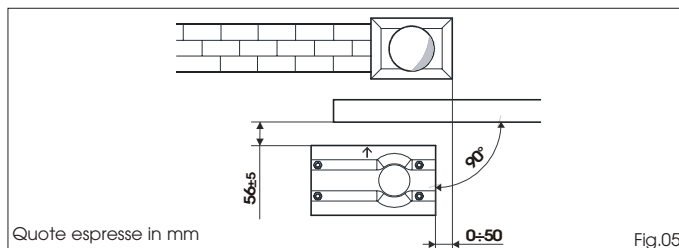
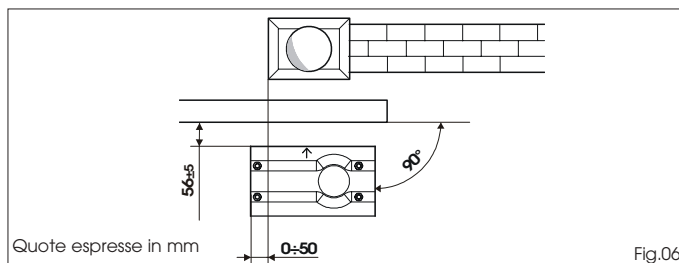

Fig.05
Fig.06
- 2) Per garantire il corretto accoppiamento tra pignone e cremagliera la piastra di fondazione deve essere posizionata come da Fig.05 (chiusura destra) o Fig.06 (chiusura sinistra).